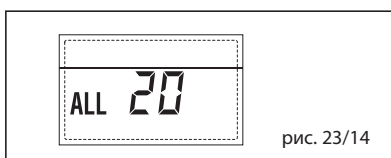

рис. 23/14
– **НЕПОЛАДКА ПОЛОМКИ ДАТЧИКА ПОДАЧИ ПЕРВОЙ СМЕШАННОЙ ЗОНЫ “ТРЕВ 21”** (рис. 23/15)